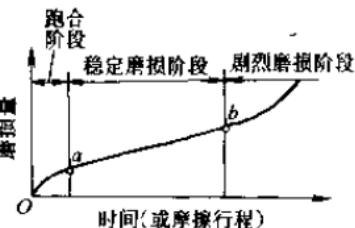

图 1-2 磨损量与时间的关系
机械零件正常运动的磨损过程一般分为三个阶段，见图 1-2。
1. 跑合阶段（又称磨合阶段） 新的摩擦副表面具有一定的粗糙度，真实接触面积较小。经跑合阶段，表面逐渐磨平，真实接触面积逐渐增大，磨损速度减缓，如图 1-2 中的 Oa 线段。人们有意利用跑合阶段的轻微磨损，为正常运行的稳定磨损创造条件。
2. 稳定磨损阶段 这一阶段磨损缓慢稳定，如图 1-2 中 ab 线段。这一线段的斜率就是磨损速度、横坐标时间就是零件耐磨寿命。
3. 剧烈磨损阶段 图 1-2 中 b 点以后，磨损速度急剧增长，机械效率下降，功率和润滑油的损耗增加、精度丧失，产生异常噪声及振动，摩擦副温度迅速升高，最终导致零件失效。